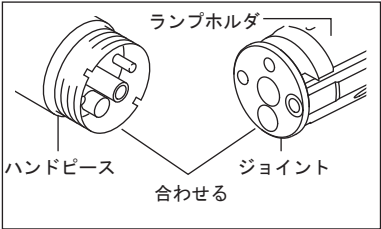

図14
- 5) ハンドピースのパイプ類とジョイントの穴を合わせて挿し込みます。（図14）